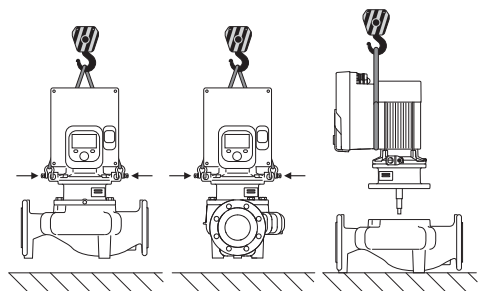

Fig. 6: Dispositivo di sollevamento con albero del motore verticale
Il trasporto della pompa deve essere eseguito mediante mezzi di sollevamento e movimentazione di carichi omologati (puleggia, gru ecc.). I mezzi di sollevamento e movimentazione di carichi devono essere fissati sugli occhioni di trasporto previsti sulla flangia motore. (Fig. 6, qui raffigurato: dispositivo di sollevamento con albero del motore verticale).
1. Non rimuovere i due occhioni di trasporto (Fig. I, pos. 30) sulla flangia motore.
2. Per sicurezza, fissare il set di innesto (Fig. 4) agli occhioni di trasporto servendosi di mezzi di sollevamento adeguati. Per evitare che l'unità si ribalti, prevedere una cintura attorno al motore e all'adattatore del modulo elettronico, come illustrato nella Fig. 6. Evitare di danneggiare il modulo elettronico durante il fissaggio.
3. Allentare e rimuovere le viti (Fig. II, pos. 29).